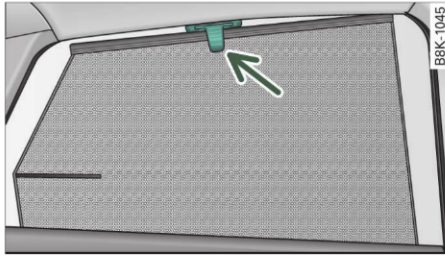

Fig. 51 Rulou ridicat la o ușă din spate
- Trageți ruloul și agățați-l în suportul din ramele de sus ale ușii ⇒ fig. 51. ■